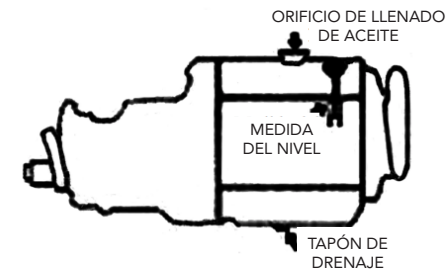

Figura 4.3.2.3
3) Reemplazo de aceite (ver Figura 4.3.2.4)